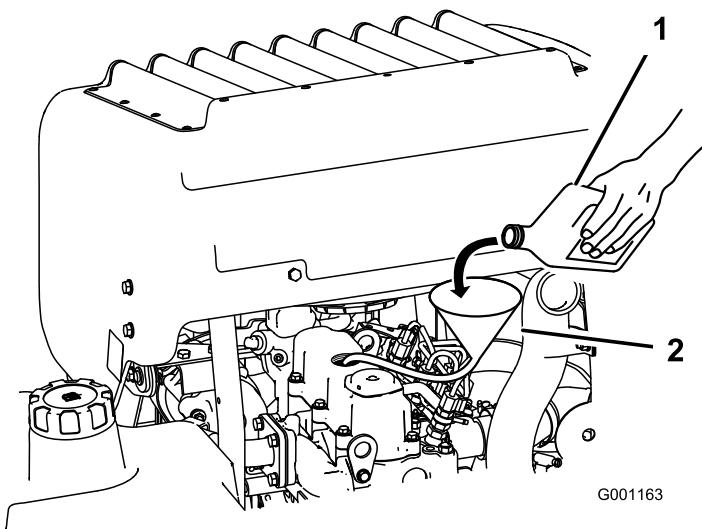

Bild 39
3. Verwenden Sie einen Schlauch und Trichter, wenn Sie Öl nachfüllen müssen (Bild 39).